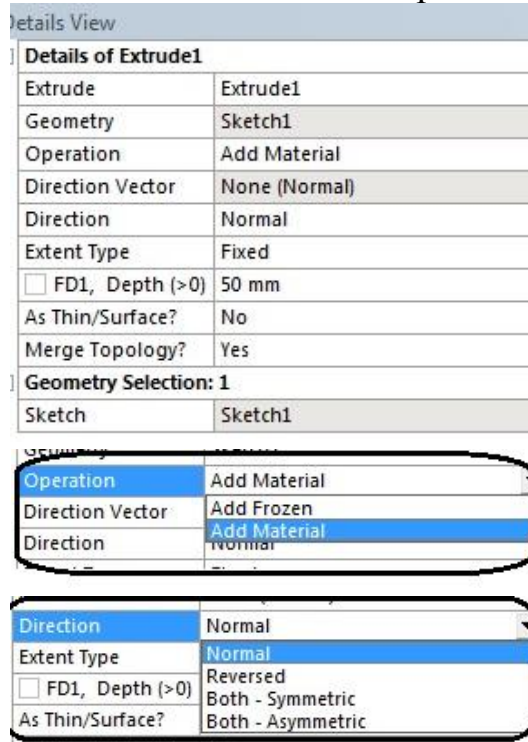

Рис. 4. Операція **Extrude**
3.3.6. На панелі меню вибираємо кнопку **Extrude** (рис. 4) для видовження побудованого ескізу частини вала, а у вікні **Details View** задаємо його точну довжину. Лінійне видавлювання **Extrude** дозволяє отримати об'єм за рахунок прямолінійного зміщення обраного ескізу на деяку відстань в заданому напрямку.